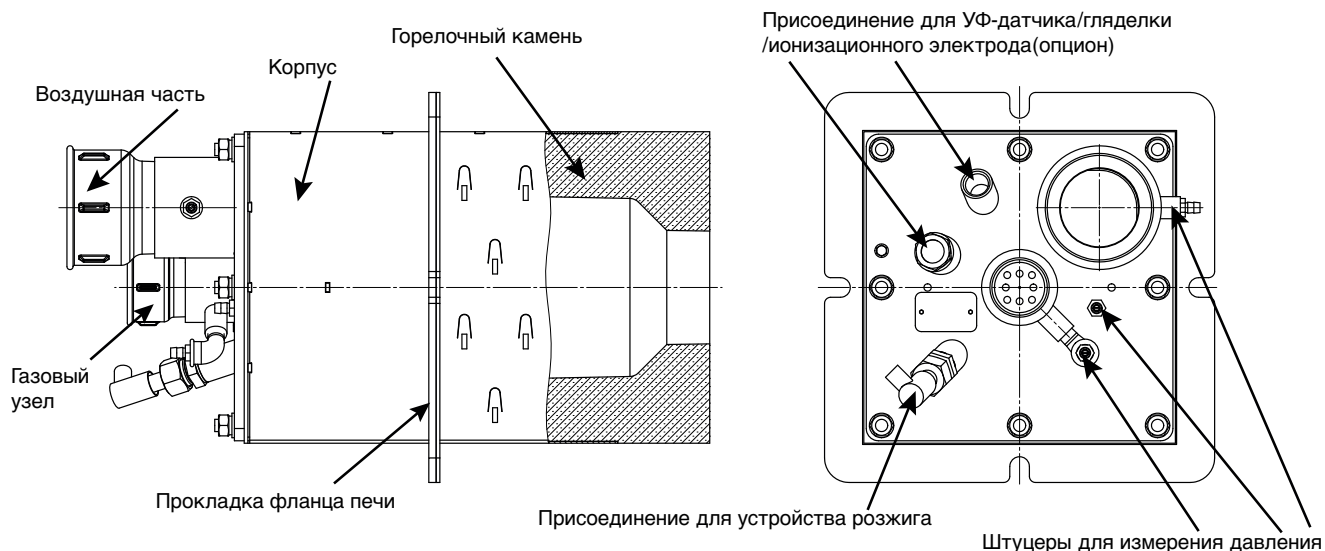

Рис. 1. Обозначение основных частей горелки ВИХРЬ с горелочным камнем.
- ▷ Для установки в твердой или мягкой футеровке (см.рис.1), сделайте отверстие в изоляции, где будет установлен горелочный камень, диаметром на 75 - 150 мм больше, чем наружный размер камня.